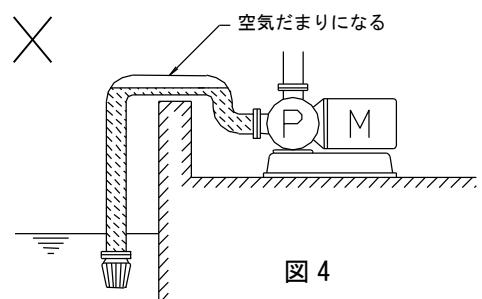

図 4
- (d) 吸込管は、図 4 のように配管の途中に空気だまりになる凸部を作らないようにしてください。空気だまりのために揚水できなかったり、空運転になってポンプ内しゅう動部を焼き付かせたりする恐れがあります。